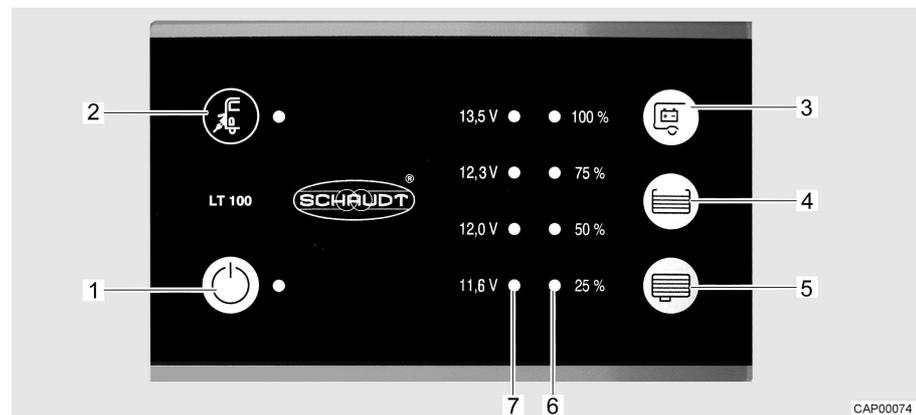

Bild 69 Panel (LT 100)
Die gelbe LED beim Symbol Netzanschluss  (Bild 69,2) leuchtet, wenn das Fahrzeug an eine externe Netzversorgung angeschlossen ist. Die LED leuchtet dann auch bei ausgeschaltetem Panel.
Der 12-V-Hauptschalter (Bild 69,1) schaltet das Panel und die 12-V-Versorgung des Wohnraums ein und aus.
- Schalter " " (Bild 69,1) drücken: Die 12-V-Versorgung des Wohnraums ist eingeschaltet. Die LED leuchtet grün.
- Schalter " " (Bild 69,1) erneut drücken: Die 12-V-Versorgung des Wohnraums ist ausgeschaltet. Die LED erlischt.
Die LED-Skala (Bild 69,7) zeigt die Batteriespannung der Wohnraumbatterie wie folgt an:
- Taste " " (Bild 69,3) drücken: Die Batteriespannung der Wohnraumbatterie wird angezeigt.
Die LED-Skala (Bild 69,6) zeigt den Füllstand des Frischwassertanks oder des Abwassertanks an.
- Taste "☰" (Bild 69,4) drücken: Der Füllstand des Frischwassertanks wird durch leuchtende LEDs angezeigt.
- Taste "☷" (Bild 69,5) drücken: Der Füllstand des Abwassertanks wird durch leuchtende LEDs angezeigt.